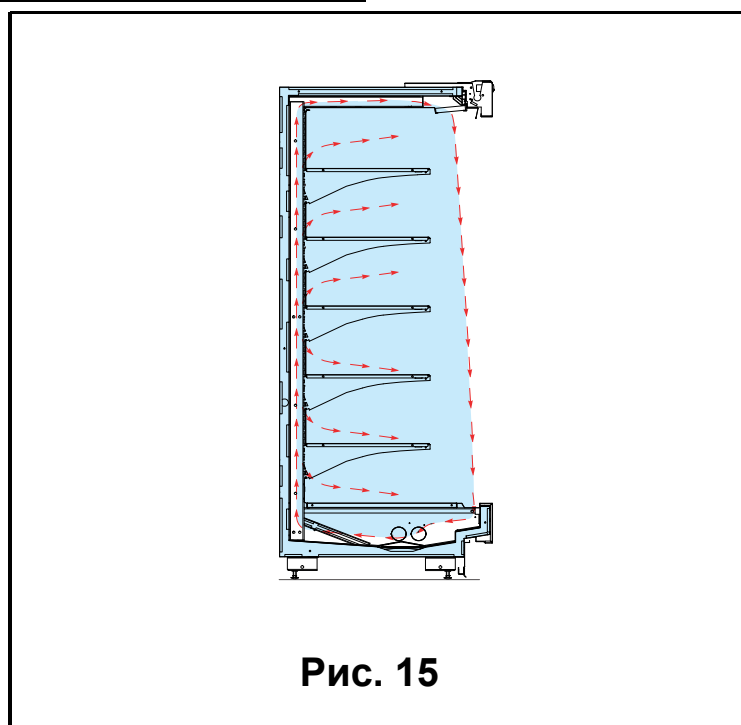

Рис. 15
- Выкладывайте товар так, чтобы тот не препятствовал потоку охлажденного воздуха (Рис. 15).